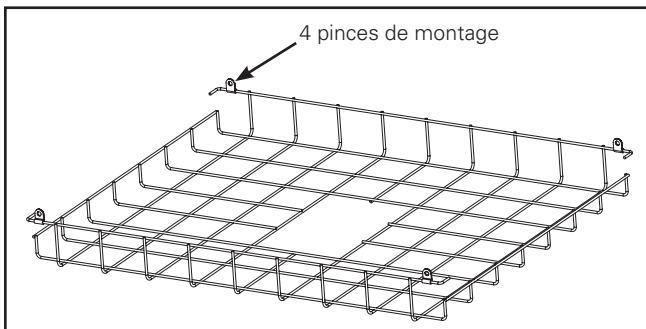

Figure 1.
1. Installez les 4 pinces de montage de la grille de protection sur chaque coin de la grille tel qu'indiqué à la. (Figure 1.)